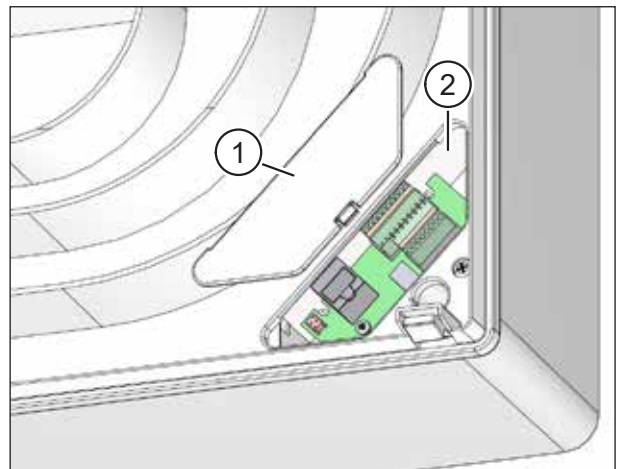

Abb. 45: Netzwerkdeckel einsetzen
- ▶ Setzen Sie den Netzwerkdeckel (Pos. 1 in Abb. 45) auf die Öffnung (Pos. 2 in Abb. 45) und rasten Sie ihn ein.